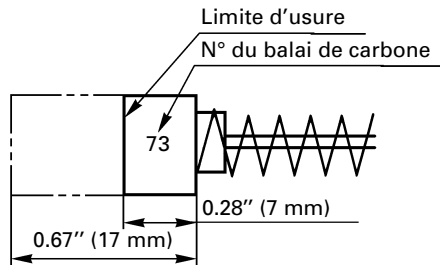

Fig. 19
4. Inspection des balais de carbone : (Fig. 19)
REMARQUE: Utiliser le balai de carbone HITACHI n° 73 indiqué à la Fig. 19.